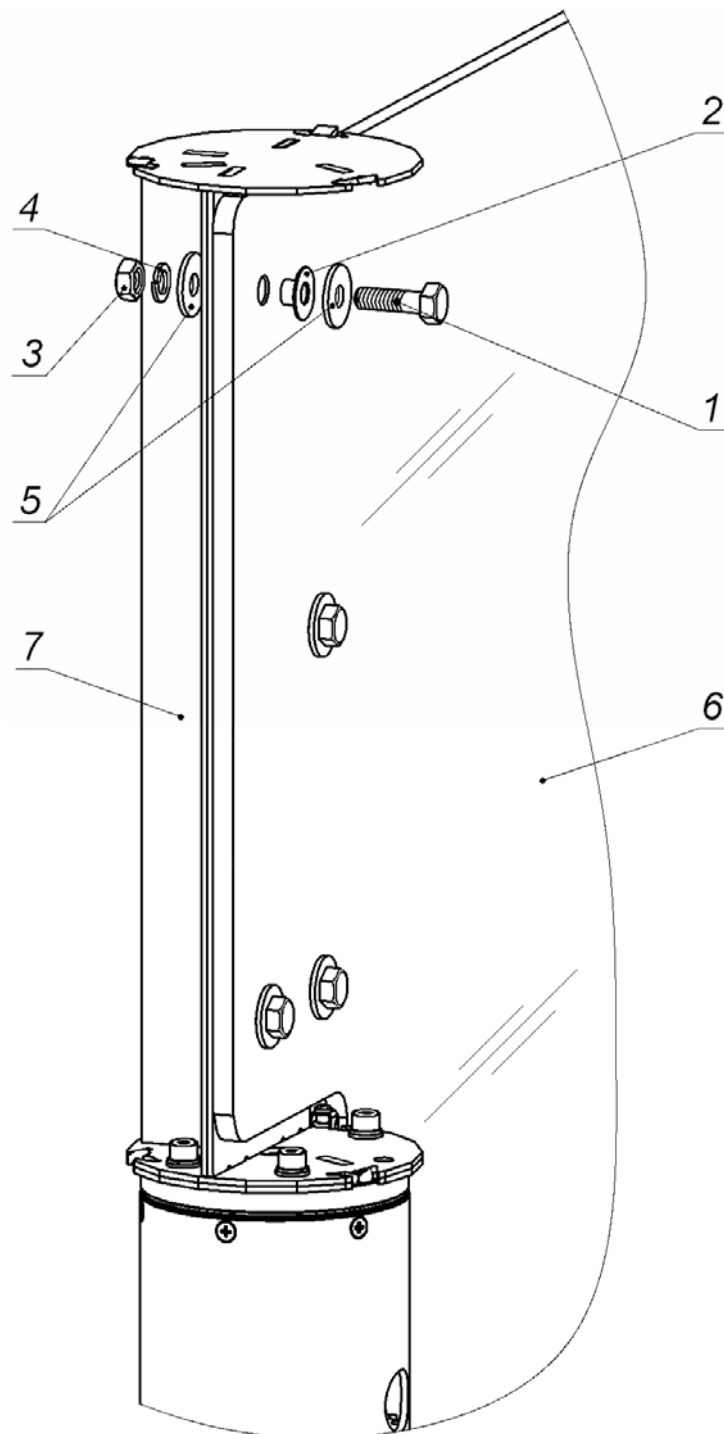

Abbildung 12: Montage des Flügels
15. Erzeugen Sie die Montage des Glasflügels entsprechend der Abbildung 12. Dazu festigen Sie den Flügel (6) auf das Drehlager (7) mit Hilfe der Details (1) – (5).